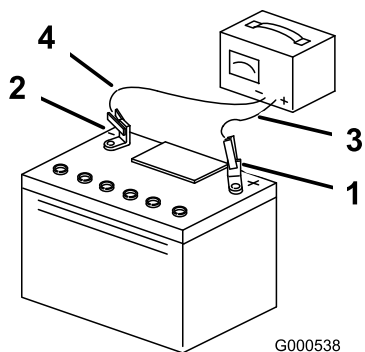

Bild 35
3. Ziehen Sie, wenn die Batterie voll geladen ist, den Stecker des Ladegeräts aus der Dose. Klemmen Sie dann die Klemmen des Ladegeräts von den Batteriepolen ab (Bild 35).